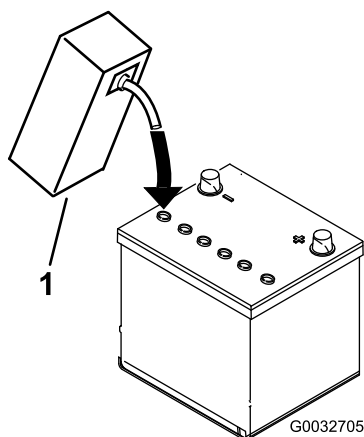

图4
3. 小心为每个电池注入电解液直到电池极板被大约 6mm 的液体覆盖图4。
4. 等待约 20 至 30 分钟以便电解液渗透到极板内。必要时加注电解液使电解液保持在加注井底部约 6mm 范围内图4。